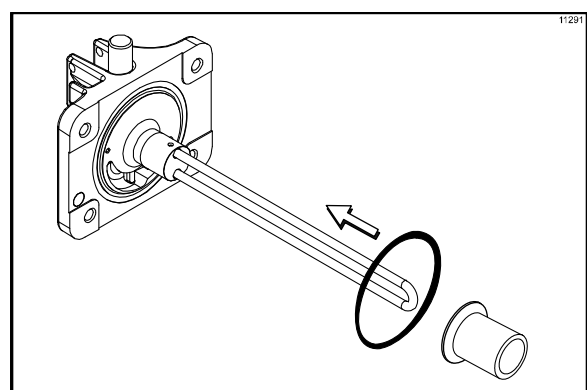

Figura 137
9. Monte a porta do cilindro. Coloque o gasket no canal de encaixe encontrado atrás da porta. Deslize a bucha plástica sobre o desaglomerador, de forma que a borda flangeada fique posicionada contra a porta. NÃO lubrifique o gasket nem a bucha. (Veja a Figura 137.)